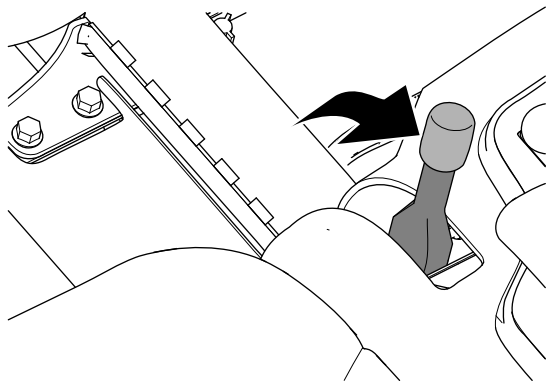

Figura 33
2. Ponga el freno de estacionamiento (Figura 33).